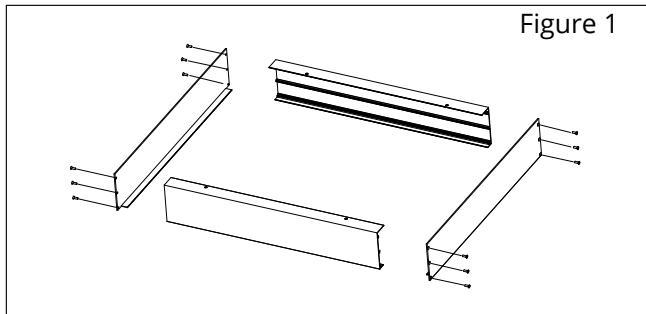

Figure 1
- 1** Retirer avec précaution les accessoires de l'emballage. Assembler les quatre pièces du montage en surface à l'aide des vis autotaraudeuses à tête fraisée cruciforme KA4\*12 fournies (voir figure 1).